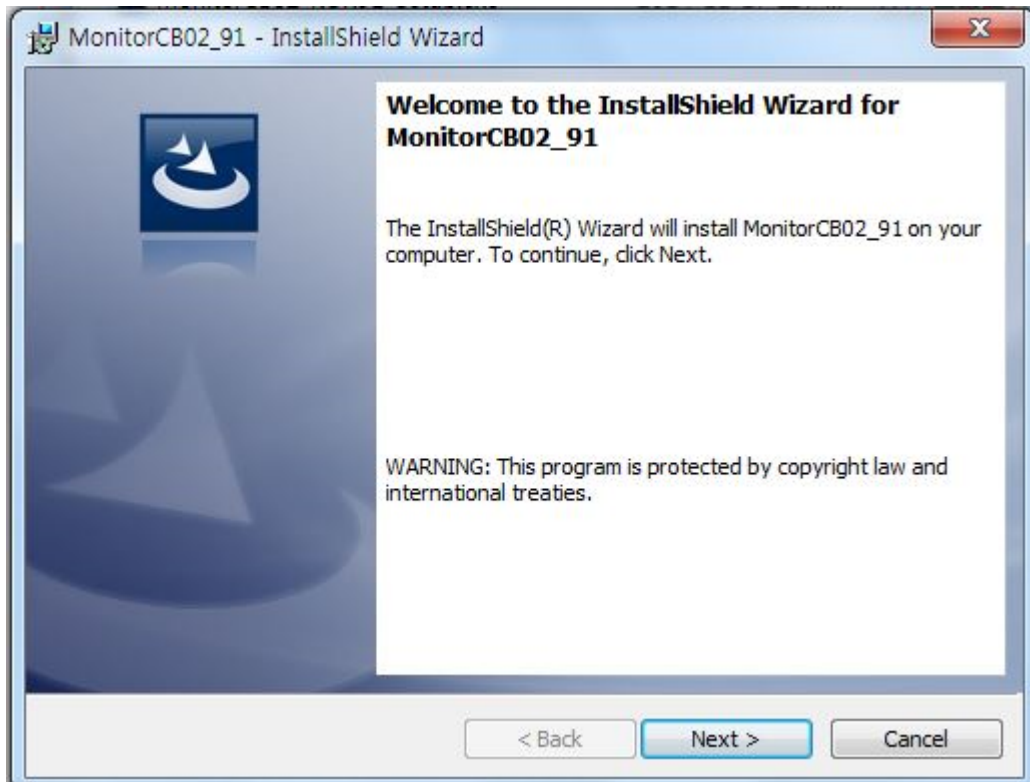

Fig.3.1.2
- 팝업 창이 뜨면, Fig.3.1.2 처럼 , “ **Next >** ” 를 눌러 계속 진행한다..